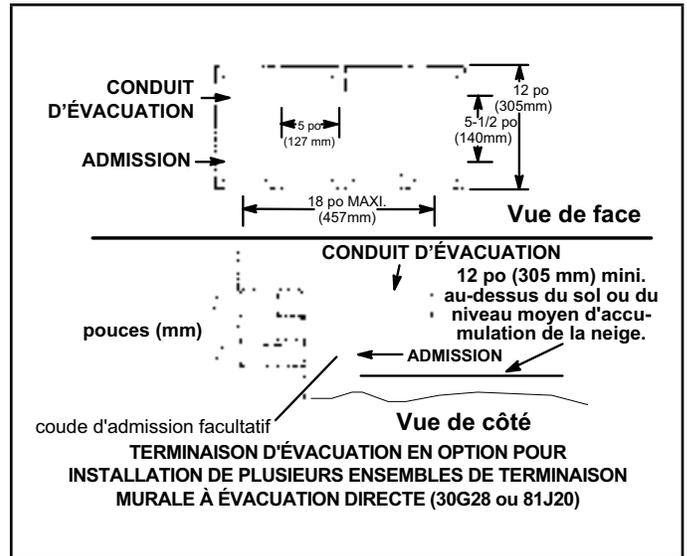

FIGURE 35
- 8 - Une installation composée de plusieurs générateurs peut être reliée à un groupe de quatre terminaisons ou moins assemblées à l'horizontale, comme illustré à la FIGURE 35.